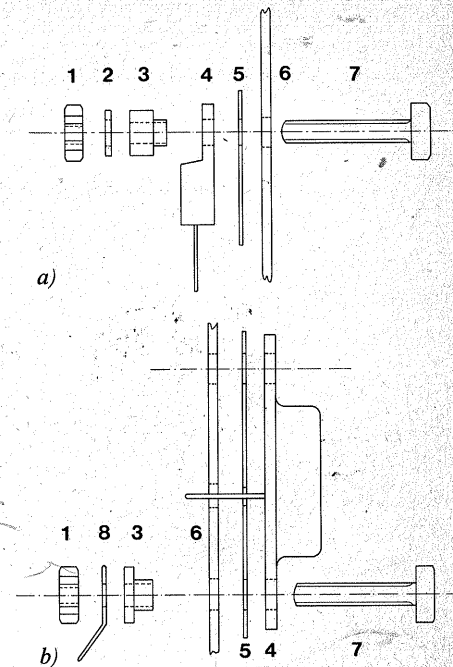

Bild 4.11 Isolierte Montage der Spannungsregler
3. Bohrungen für die Befestigungsschrauben (Bild 4.11) auf dem Kühlblech anreißen.
6. IC1 und IC2 an ihre Plätze stecken und gemäß der Explosionszeichnung (Bild 4.11) isoliert an das Kühlblech anschrauben. Die ICs sowie das Kühlblech eventuell vorher **dünn** mit Wärmeleitpaste einstreichen.
Der Isoliernippel liegt auf dem Kühlblech auf und ragt in die Bohrung des LM 309 K hinein. Die Befestigungsschraube muß das IC-Gehäuse berühren, weil sie den Kontakt M herstellt (Bild 4.11).